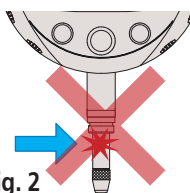

Fig. 2
1. ไม่ควรขยับแกนเลื่อนอย่างรวดเร็วหรือใช้แรงดันในแนวข้าง เพราะอาจส่งผลกระทบต่อความแม่นยำของเครื่องมือวัด (Fig. 2)